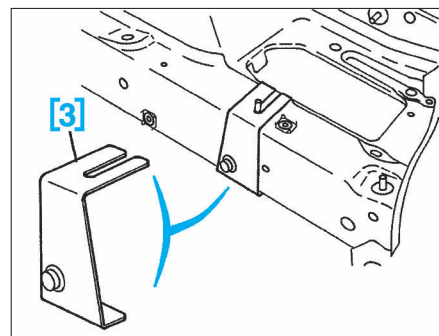

FIG. 7
• Poser le gabarit [3], tracer puis découper à l'aide d'une meule assiette (Fig.7).